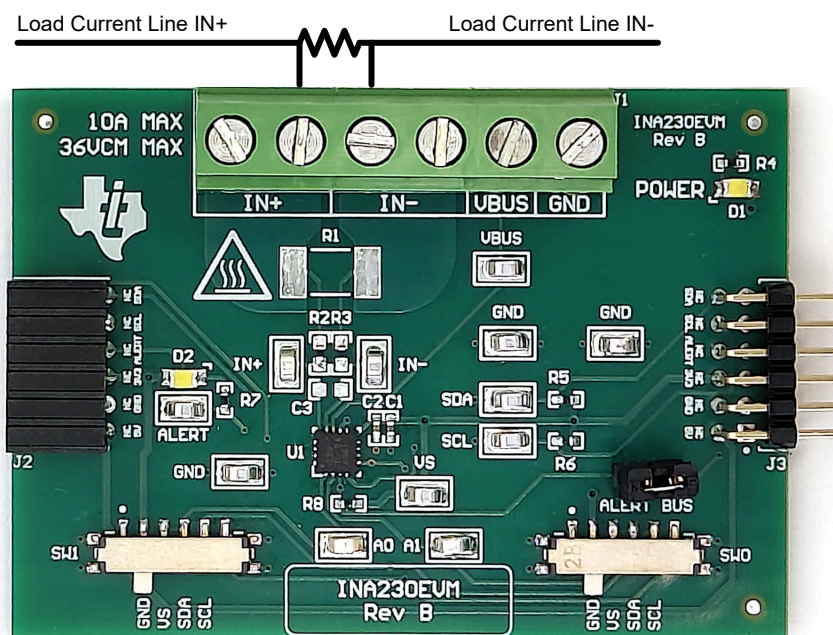
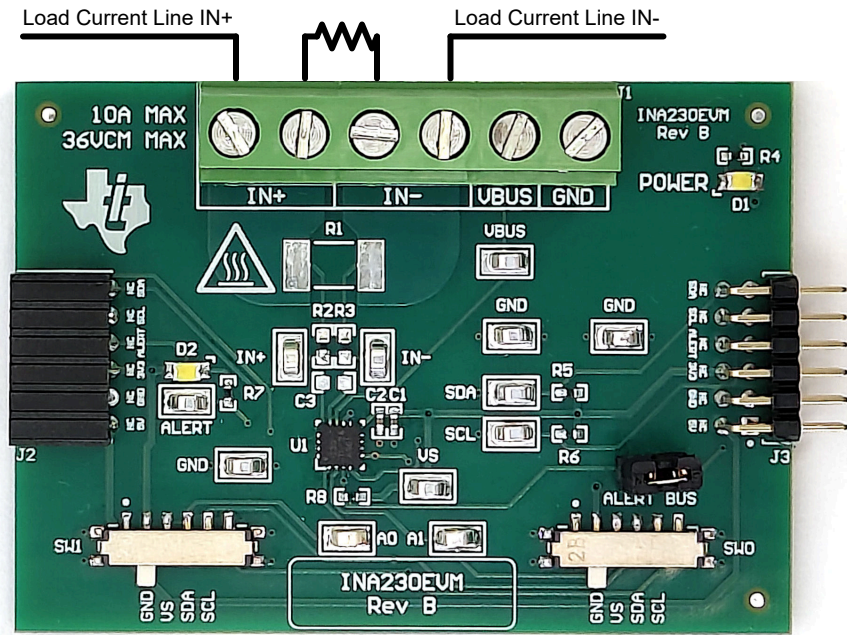

图 2-3. 电流超过 10A 时的 IN+ 和 IN- 布线
图 2-4. 10A 或更低电流时的 IN+ 和 IN - 布线
- b. 在 J1 的 IN+ 和 IN- 端子上连接外部分流器，最好贯穿引脚 4 和 5，如图 2-3 和图 2-4 所示。
- a. 测量 10A 以上的电流时，确保高电流路径不会穿过 EVM (包括端子块 J1)，如图 2-3 所示。
- b. 将 10A 或更小电流与板载或外部分流器搭配使用时，电流路径可以穿过 EVM。图 2-4 显示了一种将多个 IN+ 和 IN- 端子与外部分流器搭配用于此用例的便捷方式。